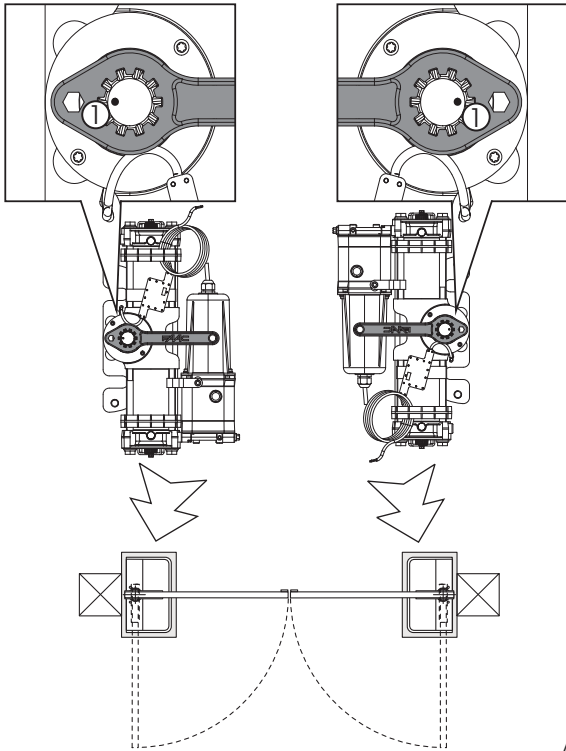

Abb. 6
- 6) Ohne das Ritzel zu bewegen, den mitgelieferten Schlüssel am Antrieb einsetzen (die Position des Körners am Ritzel Abb. 6, ①), überprüfen und eventuell das Ritzel drehen, um die Position zu korrigieren (wichtig zur richtigen Kupplung Ritzel-Nutbuchse bei der Montage).